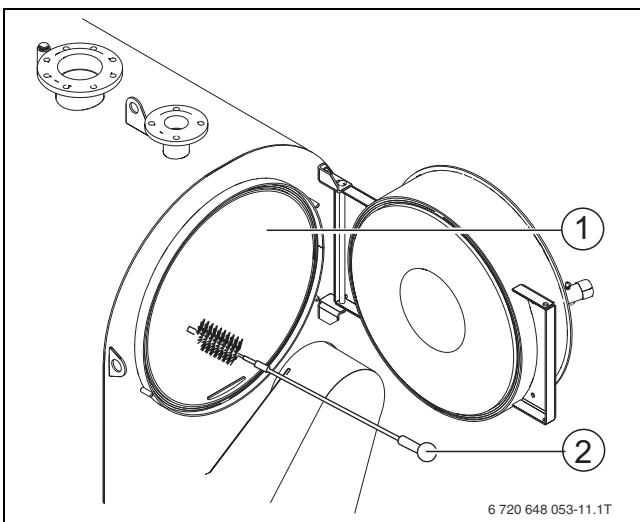
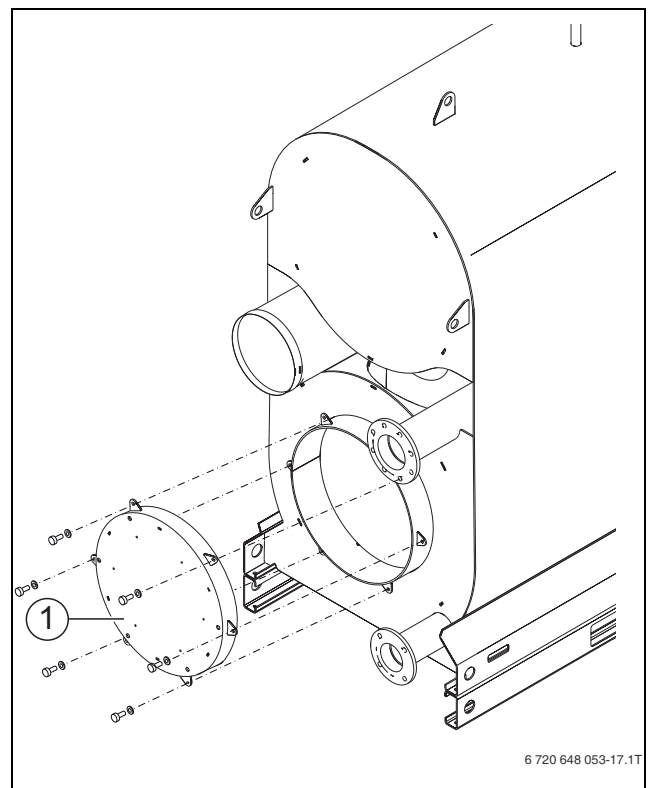

Рис. 31 Чистка поверхностей нагрева
Рис. 32 Снятие крышки оборотной камеры
- ▶ Очистите поверхности нагрева камеры сгорания (→ рис. 31, [1]) щётками [2].
- ▶ Удалите нагар из камеры сгорания (→ рис. 31, [1], стр. 31), газоотводящих каналов и оборотной камеры (→ рис. 32, [1]).